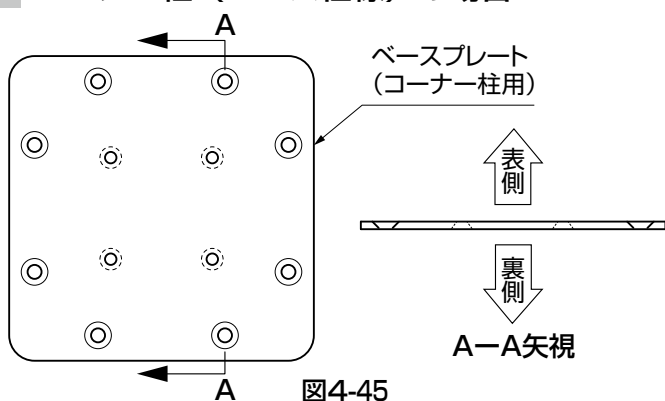

図4-45
- ※外側のサラ孔が上向きになっている面が表側です。(図4-45参照)